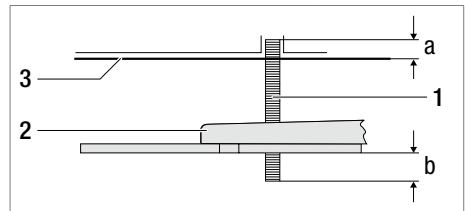

Bild 11
- 4 Stehbolzen M8 (1) ca. 15 mm (a) in Gewindebohrungen an Grundplatte Klimaanlage (3) einschrauben (Bild 11).
- Halterungen (2) bis zum Kabinendach aufschieben